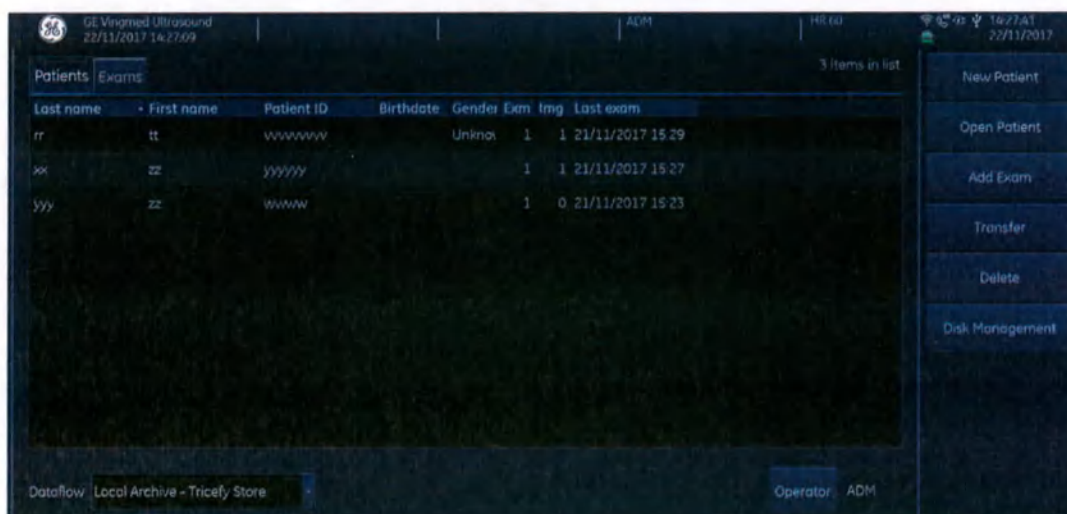

Рис. 10-76. Список пациентов/исследований
- На экране списка пациентов/исследований нажмите кнопку передачи данных (см. Рис. 10-76).
Отобразится экран *передачи данных* (см. рис. 10-76).